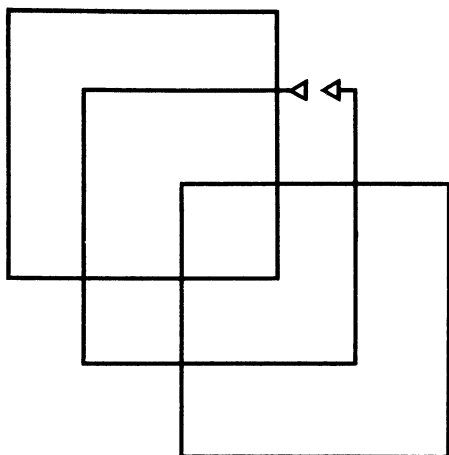

Рис. 51. К задаче 80
80. Перед тем как войти в крепость, сделаем небольшую разминку — пройдем лабиринт Льюла Кэрролла (рис. 51). При этом необходимо выдержать одно условие — линии нигде не должны пересекаться, два раза по одной линии проводить нельзя, линия не должна прерываться.